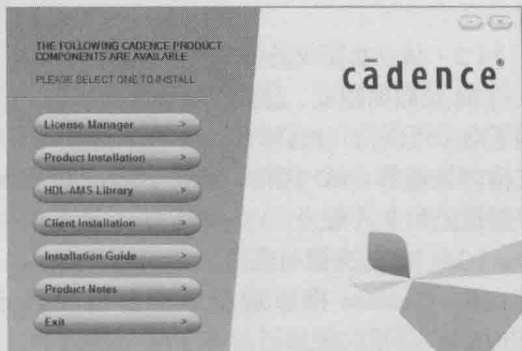

图 1-2 产品组件菜单
1. 将安装光盘装入光驱后，打开该光盘，从中找到并双击 setup.exe 文件，弹出 Cadence 的安装界面，显示产品组件菜单，如图 1-2 所示。